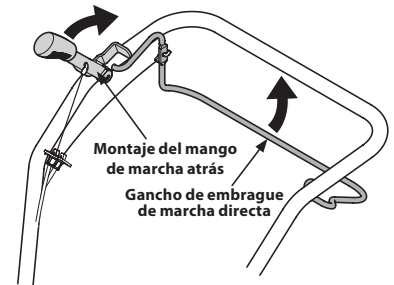

Figura 16
2. Cuando realiza la labranza, distiéndase y deje que las ruedas tiren de la unidad mientras los dientes cavan. Camine detrás, levemente hacia un lado de la unidad. Use una mano, pero sujete la barra de control de forma ligera – aunque firme (mientras deja el brazo flojo). Vea la Figura 16. Deje que la unidad se mueva a su propio ritmo y no empuje hacia abajo en las barras de control para intentar forzar los dientes para que caven más profundo – esto quita peso a las ruedas y reduce la tracción.